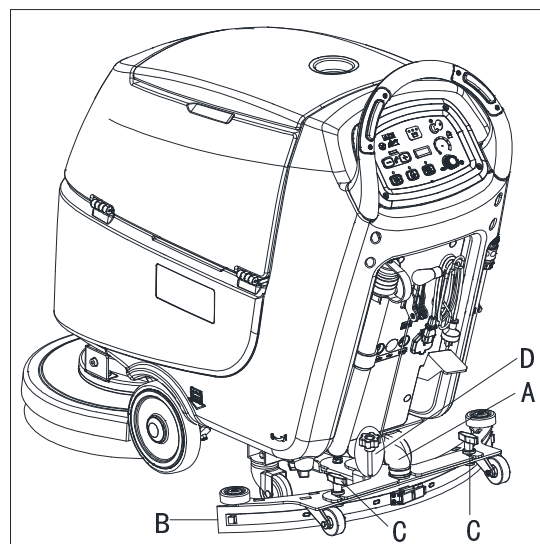
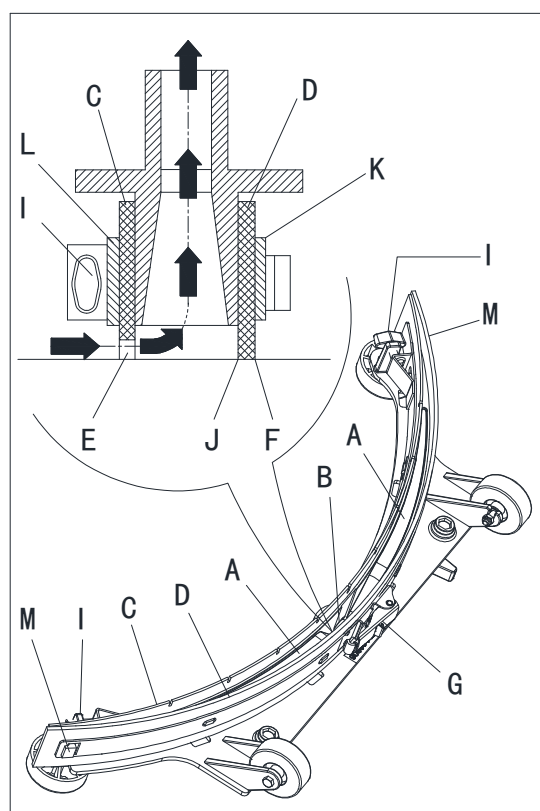

Figure 21
Figure 22
- Vérifier que les bords (E, Fig 22.) de la lame avant (C) et les bords (F) de la lame arrière (D) se reposent sur le même niveau, sur toute leur longueur; si nécessaire ajuster leur hauteur selon la procédure suivante:
- Retirer la tige de traction (G), dégager les éléments de fixation (M) et régler la lame arrière (D), puis engager les fixations (M) et installer la tige de traction (G).
- Desserrer les boutons (I) et régler la lame avant (C), puis serrer les boutons.
- Vérifier la lame avant (C) et la lame arrière (D) pour l'usure, les coupures et les fissures; si nécessaire les remplacer selon la procédure suivante. Vérifier que le coin avant (J) de la lame arrière (D) ne soit pas usé; si nécessaire, retourner la lame pour remplacer le coin usé avec un autre coin intégral. Si les autres coins sont usés, remplacer aussi la lame selon la procédure suivante:
- Retirer la tige de traction (G), dégager les éléments de fixation (M) et retirer la barrette de retenue (K), puis remplacer/retourner la lame arrière (D). Monter la raclette dans l'ordre inverse du démontage.
- Dévisser les boutons (I) et retirer la barrette de retenue (L), puis remplacer la lame avant (C). Monter la raclette dans l'ordre inverse du démontage. Après le remplacement de la lame (ou retournement), ajuster la hauteur, comme indiqué dans l'étape précédente.
- Connecter le tuyau d'aspiration (A, Fig. 21) à la raclette.
- Installer la raclette (B) et visser les boutons (C).
- Si nécessaire, régler le bouton de réglage de l'équilibre de la raclette (D).